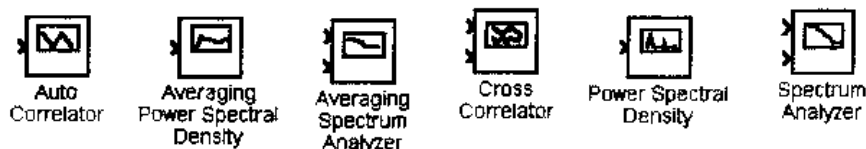

图 5.5 扩展接受库包含的模块
(3) 扩展接受库包含的模块如图 5.5 所示。包括：功率谱密度模块、平均功率谱密度模块、谱分析模块、平均谱分析模块、互相关器模块和自相关器模块。